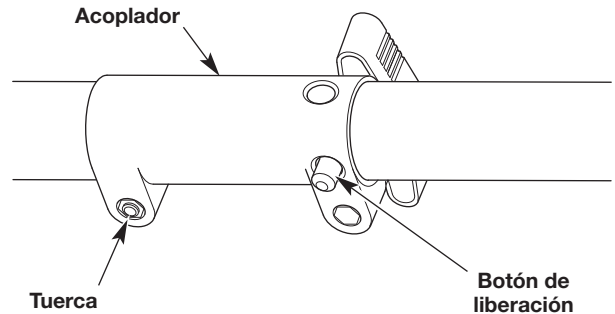

Fig. 4
**NOTA:** No ajuste demasiado la tuerca (Fig. 4).
2. Oprima y mantenga apretado el botón de liberación (Fig. 4).